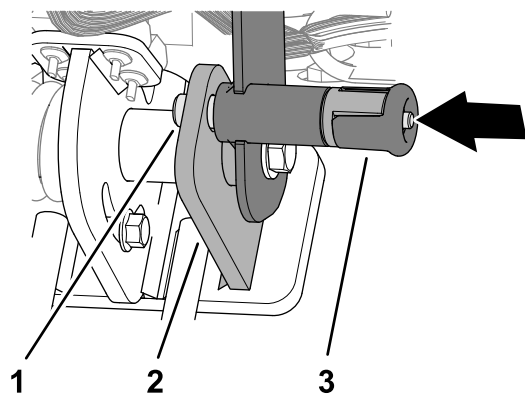

**Figura 6**
4. Sollevare la maniglia e fissarla con il perno di fissaggio apposito (Figura 6).